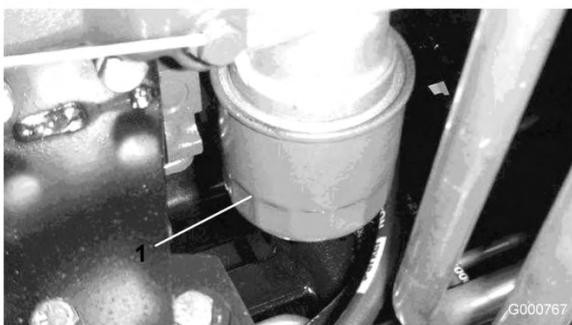

図 57
- オイルフィルタ（図 57）を外す。新しいフィルタのシールに薄くエンジン・オイルを塗って取り付ける。締めすぎないこと。